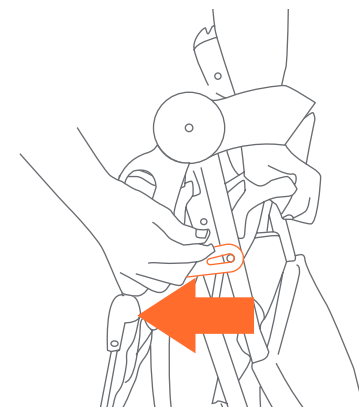

Fig. 21a
- 21)** • Relâchez le levier de verrouillage qui est situé sur le côté droit (Fig. 21a).